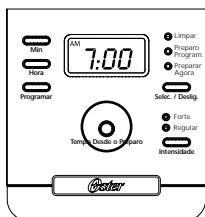

figura 6
1. Assim que tiver completado todos os passos descritos na seção “Como adicionar água e o café moído” e já com a jarra térmica e gaveta porta filtro em seus lugares, ligue a cafeteira pressionando o botão “Preparar Agora” (Figura 6) uma vez. A luz indicadora de “Preparar Agora” acenderá e piscará indicando que a cafeteira está ligada e preparando café.